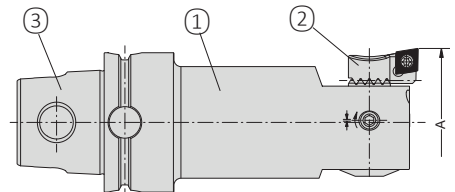

Fig. 1
- En el lado de la máquina, la herramienta de mandrinado de precisión está equipada con una conexión KM..TS ③ (Fig. 1).